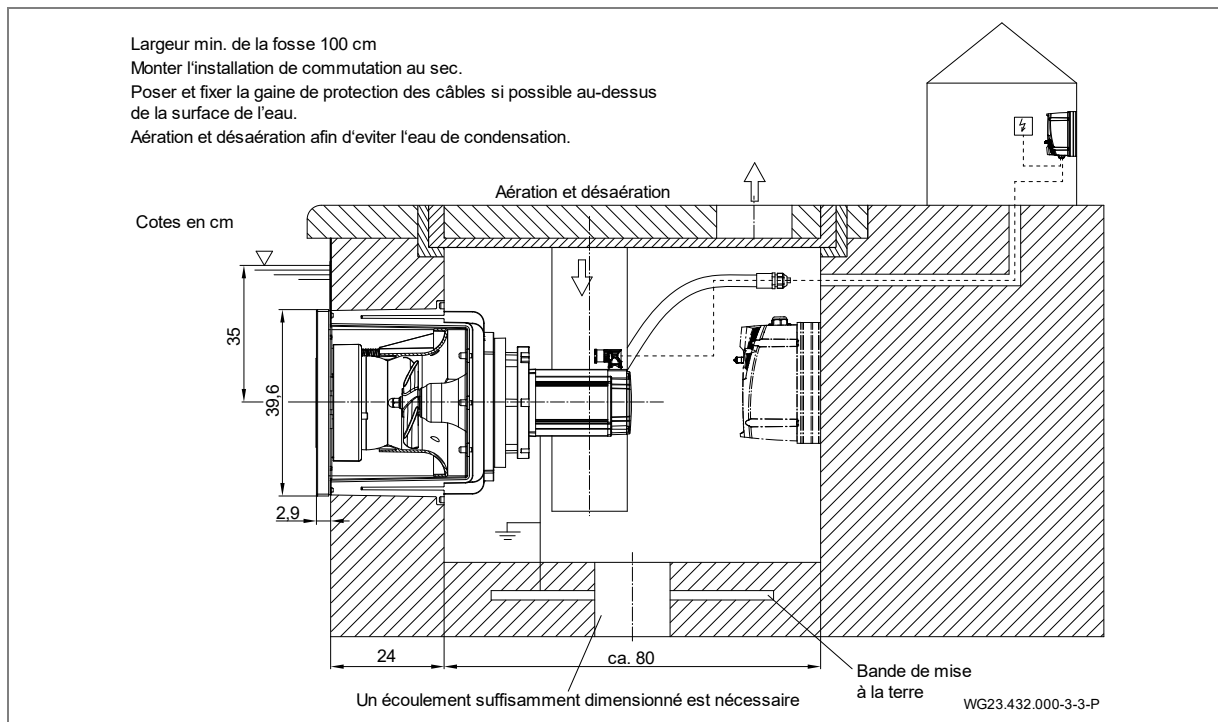

Fig. 17
1. Dégraisser la tubulure de raccordement (d, (Fig. 17)) sur le boîtier en plastique (1) et la douille de raccordement de la gaine de protection des câbles (12) avec un nettoyant pour PVC-U / ABS.
L'installation doit être montée dans un compartiment attenant au bord du bassin. Une aération et une ventilation irréprochables ainsi qu'un siphon de sol aux dimensions appropriées doivent être disponibles dans le local d'installation. Prévoir une possibilité de fixation pour la gaine de protection pour les câbles (si possible au-dessus du niveau de l'eau). Un raccordement pour une compensation de potentiel doit être disponible dans le compartiment. Voir "Fig. 17", page 22.